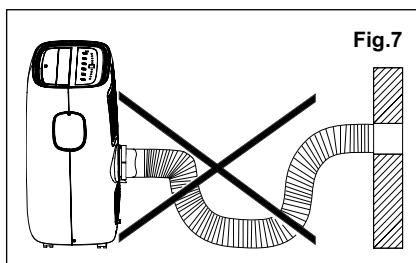

Fig.7
- i** Le tuyau peut être étendu de sa longueur initiale de 38cm pouces jusqu'à 150cm, mais il est mieux de conserver la longueur au minimum requis. Assurez-vous également que le tuyau n'est pas courbé ou fléchi. (Fig. 7)